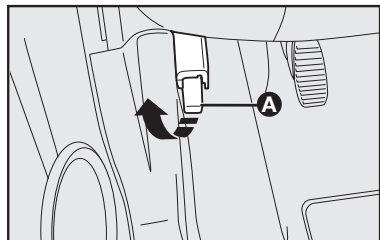

fig. 72
- puxar a alavanca **A-fig. 72** no sentido indicado pela seta.